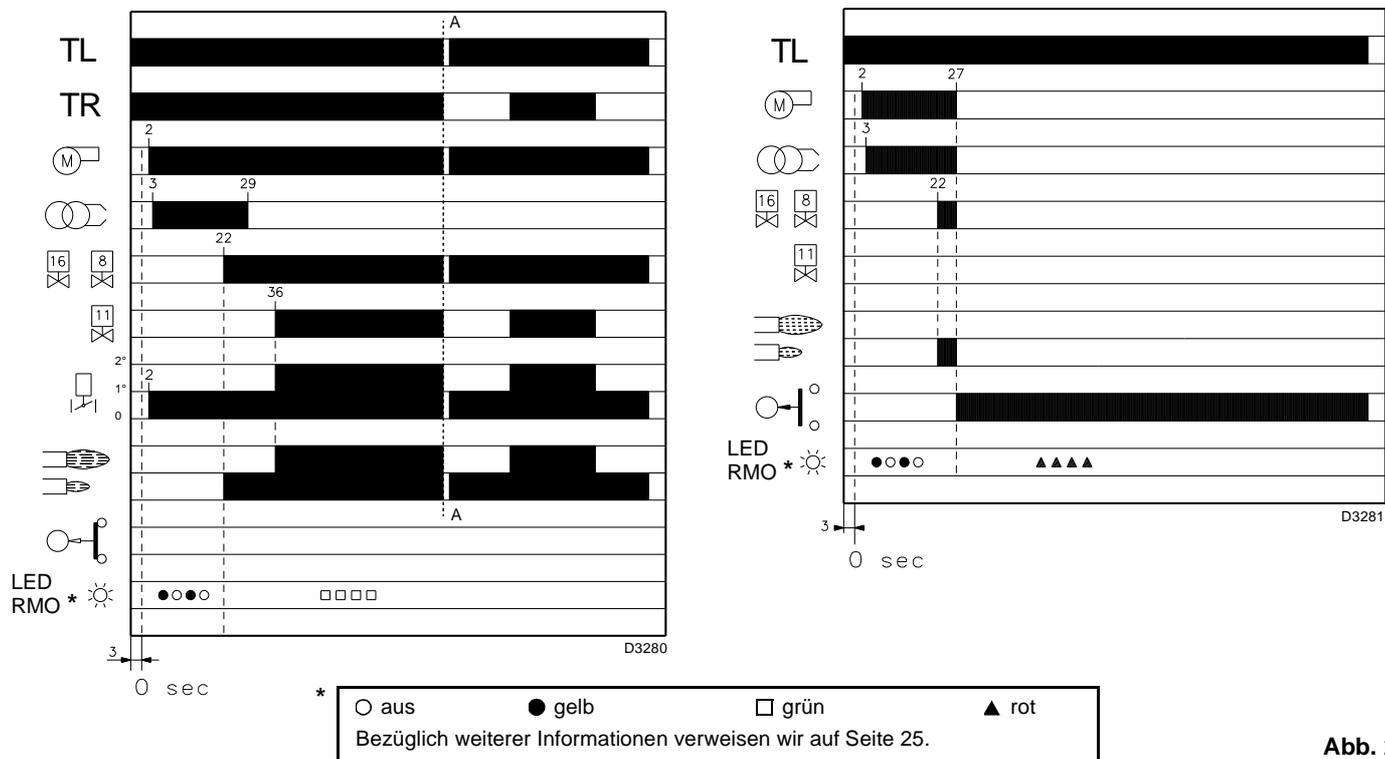
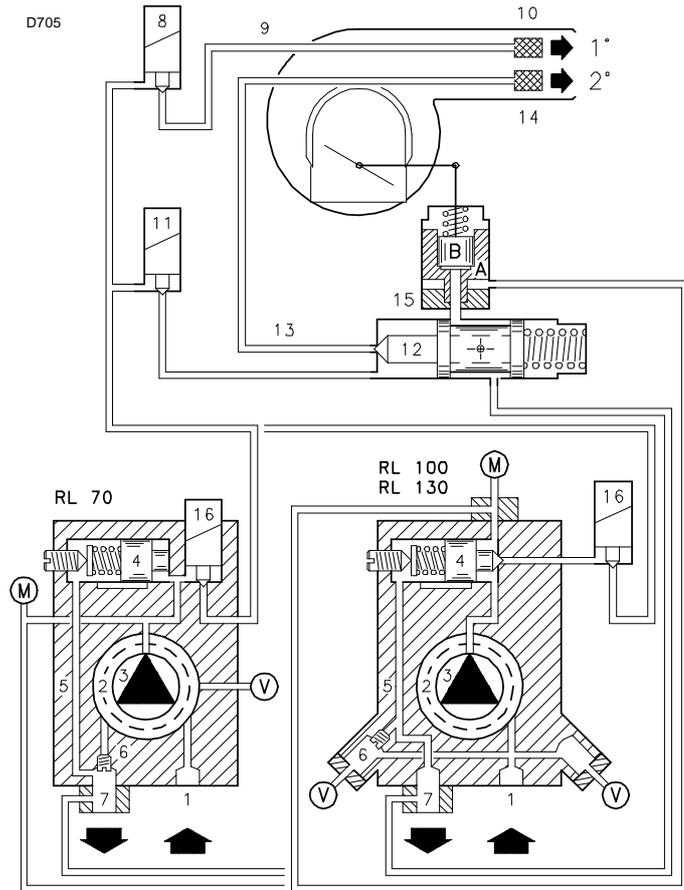

Abb. 23
Abb. 24
8.2.1 Anfahren des Brenners (Abb. 23) - (Abb. 24)